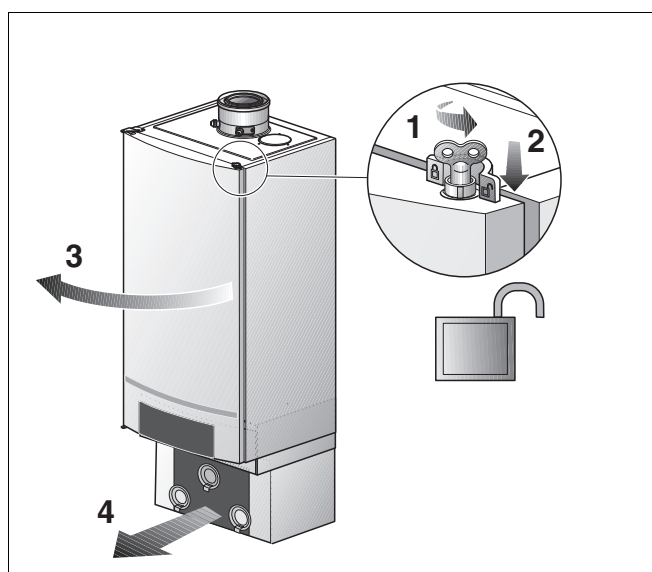

Рис. 22 Открытие двери котла
- Открыть замок двери котла ключом для удаления воздуха, повернув его вправо на четверть оборота (рис. 22, лупа).
- Нажать замок вниз (рис. 22) и открыть дверь котла.